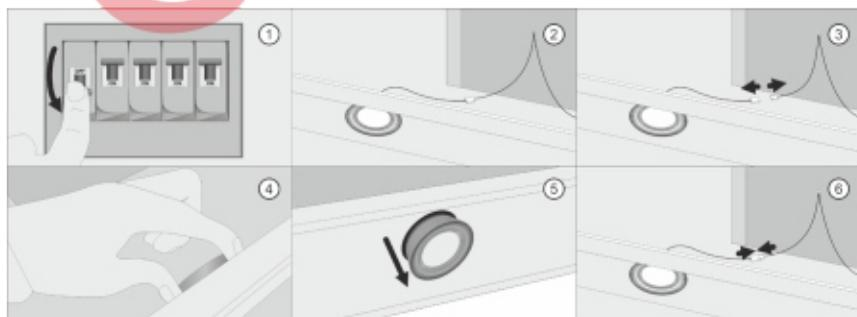

Рис. 15 Замена ламп освещения
Перед заменой ламп следует отключить изделие от сети питания. (Рис. 15. 1)
1. Извлеките жировой алюминиевый фильтр; (Рис. 15. 2)
ния лампы, нажав на фиксатор на нем; (Рис. 15. 3)
3. Изнутри вытяжки нащупать две фиксирующие пластины лампы, сжать их пальцами и вытолкнуть лампу вниз; (Рис. 15. 4, 5)
4. Установить новую лампу того же типа и характеристик (12 В, 1,5 Вт), и последовательно подключить к питанию. (Рис. 15. 6)